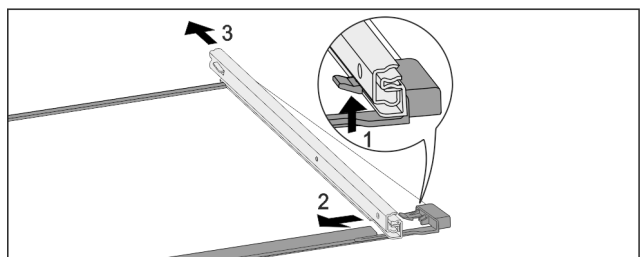

Fig. 173 Скляна пластина з рейками
- ▶ Натиснути передній гачок-фіксатор вгору. Fig. 173 (1)
- ▶ Виштовхніть виїзну рейку в сторону Fig. 173 (2) та назад Fig. 173 (3).